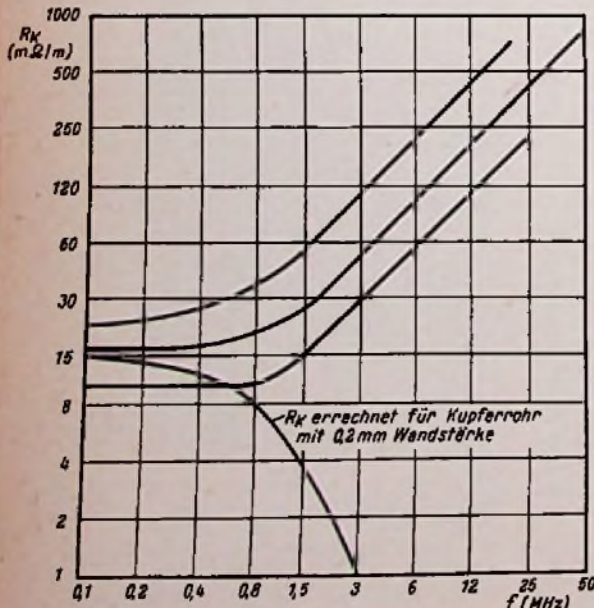

Bild 4. Kopplungswiderstand einiger Geflechte aus 0,2-mm-Kupferdraht im Vergleich zu den theoretischen Werten für ein Massivrohr mit 0,2 mm Wandstärke
Interessant sind die Ergebnisse solcher Messungen, von denen einige für Geflechte aus 0,2 mm starken Drähten in Bild 4 zusammengestellt sind. Die Kurven haben einen ziemlich ähnlichen Verlauf. Der Kopplungswiderstand ist bei tiefen Frequenzen (0,1 MHz) annähernd gleich dem Gleichstromwiderstand. Er wächst mit steigender Frequenz zunächst langsam an und nimmt
Die drei Kurven in Bild 4 stellen Kabel mit gleichen Abmessungen, jedoch unterschiedlicher Steigung der um das Kabel herumgeflochtenen Drähte dar. Dabei entsprechen kleinen Steigungswinkeln große Induktivitäten. Dies erscheint auch einleuchtend, denn bei einem kleinen Steigungswinkel sind die Drähte des Geflechtes schraubenförmig in Art einer Spule um das Kabel herum geflochten. Daneben ist selbstverständlich die Dichte des Geflechtes ausschlaggebend. Es darf für einwandfreie Abschirmung nicht zu locker sein, also zu große Zwischenräume zwischen den einzelnen Drähten zeigen.
Im Vergleich dazu ist in Bild 4 noch der Verlauf des Kopplungswiderstandes für ein massives Kupferrohr mit 0,2 mm Wandstärke angegeben. Infolge des Hauteffektes, d. h. der geringen Eindringtiefe von Strömen bei höheren Frequenzen, ist bei ihm die Abschirmwirkung bei hohen Frequenzen besser als für niedrige. Leider jedoch ist dies technisch nicht auswertbar, da massive Kupferrohrmünten nicht biegsam sind.
meist Potentiometer oder Induktive Geber als Meßgeräte und Gleich- oder Wechselstrommotoren als Stellmotoren verwendet. In solchen Regelanlagen, in denen die Verstellzeit (genormt Stellzeit T_y) verhältnismäßig groß (gegenüber den vorher genannten Reglern in Hf-Geräten) ist und von ungefähr einer Sekunde bis zu einigen Minuten dauern kann, werden als zeitabhängige Glieder meist Kombinationen aus Motor und induktivem Geber oder Motor und Meßpotentiometer verwendet (9, 10). Voraussetzung hierbei ist es, daß besonders hier nur Motoren mit linearer Spannungs-Drehzahlkennlinie (5) benutzt werden. Bild 9 zeigt für beide Kombinationsmöglichkeiten die Ausführungen als verzögerte, Differentialquotienten- und als Integralgeber. Welche Reglerart, für Gleichstrom mit Meßpotentiometern oder für Wechselstrom mit induktiven Gebern, verwendet wird, das hängt allein von praktischen Erwägungen ab. Während bei dem Gleichstromsystem Verstärker nach Art der bolometrischen, lichtelektrischen oder Wechselstromverstärker mit Wiedergleichrichtung (11) verwendet werden, ist die Verstärkung beim Wechselstromsystem mittels normaler Röhrenverstärker oder mit Hilfe von Transduktoren (magnetischen Verstärkern) möglich. Die von der Regelstrecke aufzubringenden Drehmomente zum Verstellen des Meßpotentiometers oder des induktiven Gebers an der Stelle des Meßgerätes im Regelkreis (siehe Bild 4) betragen beim Potentiometer 0,1 bis 0,4 cmg (12) und beim induktiven Geber 0,2 cmg (9).